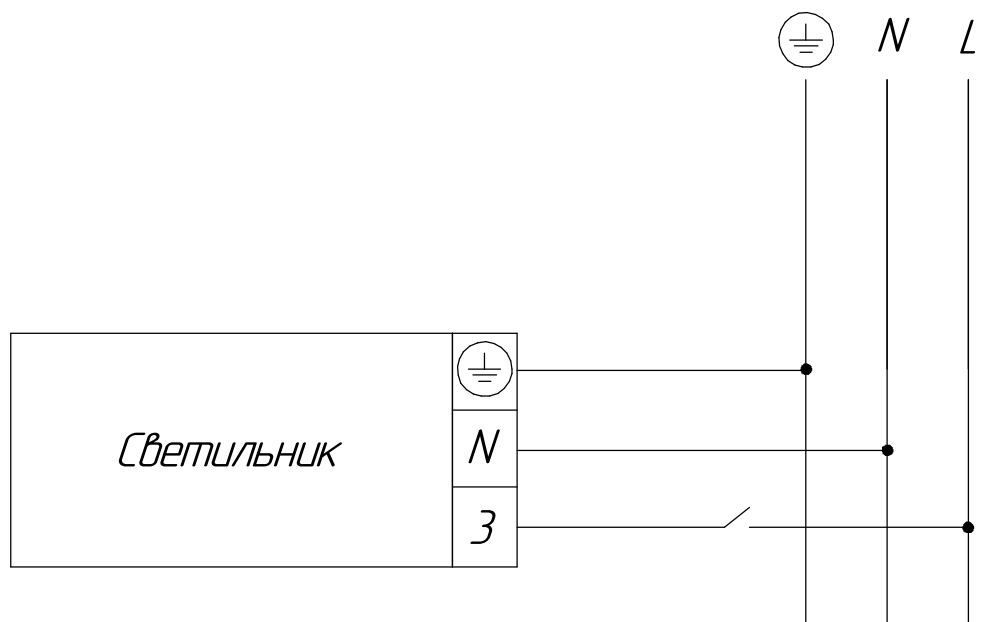

Рисунок 5 - Схема подключения светильников к сети
5.6 Поключите сетевой провод (**в комплект поставки не входит**) в клеммную колодку установленную в светильнике, к сети согласно электрической схеме (рисунок 5,6).